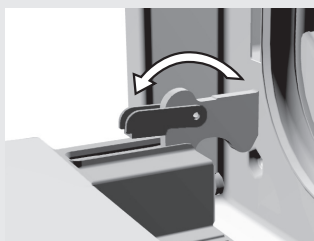

Figura 1
- Abra completamente a porta do forno e faça rodar totalmente os batentes – aplica-se ao fecho convencional (Figura 1).